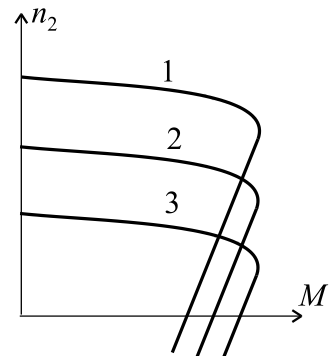

Рисунок 2
9. На рис.2 наведено сімейство механічних характеристик асинхронного двигуна. Регулювання частоти обертання асинхронного двигуна здійснюється зміною частоти за законом: